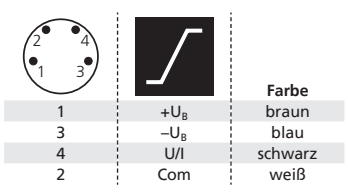

Bild 1: Pinbelegung mit Sicht auf den Sensorstecker und Farbkodierung der microsonic-Anschlusskabel
- Anschlusskabel an den M8-Gerätestecker anschließen, vgl. Bild 1.